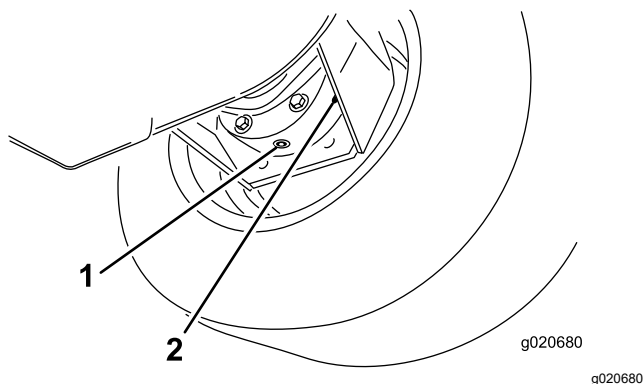

Figura 71
3. Coloque un recipiente debajo del alojamiento del freno, retire el tapón y deje que se drene el aceite (Figura 71).